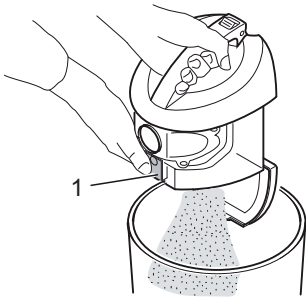

Abb. 17
4. Drücken Sie die Entleerungstaste (Abb. 17/1). Der Boden öffnet sich und der Staub fällt in den Mülleimer.